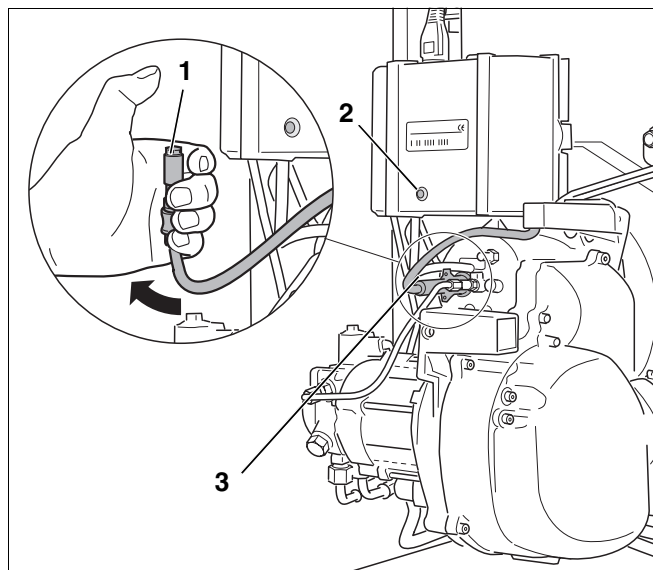

Abb. 40 Flammenfühler auf Funktion prüfen
- Flammenfühler bei laufendem Brenner am vorgesehenen Griff aus der Halterung ziehen (Abb. 40, **Pos. 3**).
- Flammenfühler gegen Licht halten (Abb. 40, **Pos. 1**). Es muss nach Wiederanlauf eine Störabschaltung erfolgen.
- Nach einer Wartezeit von ca. 30 Sekunden den Feuerungsautomaten durch Drücken des Entstörtasters (Abb. 40, **Pos. 2**) oder der Reset-Taste am BC10 entriegeln.